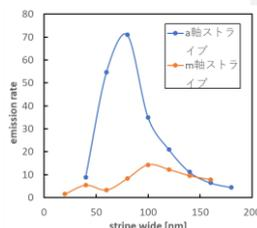

Fig.3. Relative PL peak intensity of InGaN/GaN MQW stripe arrays along the m-axis and a-axis directions after HEATE relative to the as grown wafer.
**結果と考察:** Fig.2 (a)に作製したa軸ストライプアレイの上面SEM像の例を示す。(b)と(c)はa軸ストライプの側面(m面)とa軸ストライプの側面であり、どちらも平坦であった。Fig.3は、HEATE後のa軸とm軸ストライプ構造のPLピーク相対強度であり、a軸とm軸のどちらもストライプ幅100~140nmで発光強度が最大となったが、a軸ストライプの発光強度の方が著しく大きいことがわかる。Fig.2(b)と(c)から散乱等の影響は少ないと考えられ、この違いは歪緩和の異方性か側面傾斜角の影響が大きいと推察している。また、面方位によるサイドエッチング量の違いや、三次元FDTDによる光取り出し効率の影響、下部AlInNの選択除去の影響などについても検討を行った。